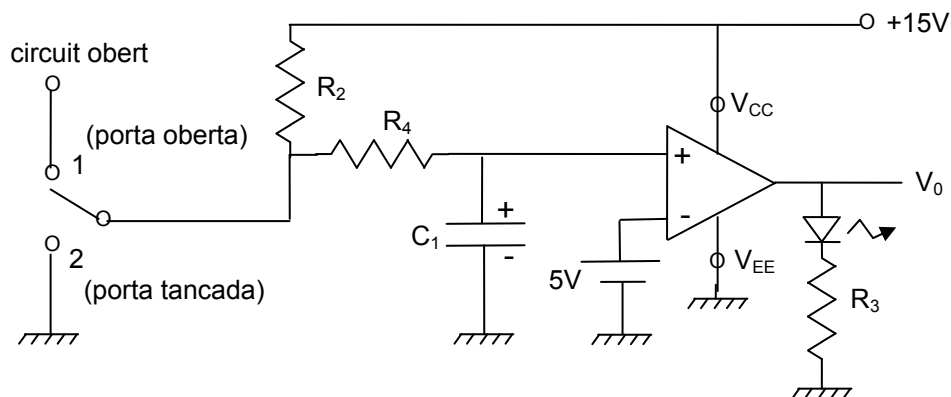

Figura 7.4.- Circuit de temporització amb condensador.
La característica de transferència d'aquest AO (amb  $V_{EE} = 0$ ) és la representada en la figura 7.3b. La tensió de sortida  $V_0$  es representa en l'eix d'ordenades, mentre que l'eix d'abscisses és la diferència de tensions d'entrada,  $V^+ - V^-$ . En aquesta característica tenim tres trams ben diferenciats. En el primer, on l'entrada  $V^+ - V^-$  és negativa, la sortida val zero. En el segon, que s'anomena lineal, la sortida és proporcional a  $V^+ - V^-$ . Aquest és el tram en el que l'AO amplifica, essent els valors típics del guany de tensió, definit per  $\Delta V_0 / \Delta (V^+ - V^-)$ , des de 100.000 cap amunt. Finalment, quan  $V^+ - V^-$  assoleix un determinat valor la sortida tendeix cap a  $V_{0max}$ . Noteu que si utilitzem l'AO de la forma que mostra la figura 7.4, com que  $V_{0max}$  és de l'ordre de la tensió d'alimentació  $V_{CC}$  i el guany de tensió és d'un valor molt elevat, resulta que el tram lineal només es donarà per un marge de la tensió d'entrada ( $V^+ - V^-$ ) molt petit. Per exemple, si  $V_{0max}$  és de 10 V i el guany de tensió és 100.000 el marge de tensió d'entrada del tram lineal va des de zero fins a 0,1 mV (10/100.000). Per tant, si  $V^+$  supera a  $V^-$  en més de 0,1 mV (en la pràctica podem dir que si  $V^+ > V^-$ ) la sortida és  $V_{0max}$ , mentre que si  $V^+$  és inferior en més de 0,1 mV a  $V^-$  (en la pràctica podem dir que si  $V^+ < V^-$ ) la sortida és zero.
L'AO en la figura 7.4 funciona com a comparador de tensions. Aquest AO està alimentat per  $V_{CC} = 15$  V i per  $V_{EE} = 0$  V. L'entrada inversora té aplicada una tensió fixa de 5 V, mentre que l'entrada no inversora està connectada al condensador  $C_1$ . Mentre  $V^+$  sigui inferior a  $V^-$  la sortida serà zero, però quan  $V^+$  superi els 5 V aplicats a  $V^-$ , la sortida commutarà a  $V_{0max}$ . En aquesta situació circularà corrent pel LED la qual cosa ens avisa de que la tensió en el condensador ha arribat a 5 V.
El circuit de la figura 7.4 és el circuit de temporització que es realitzarà en aquesta pràctica. Es pretén que s'encengui el LED de la dreta quan una porta ha estat oberta més de 20 segons. La situació de la porta es simula amb l'interruptor de l'esquerra. Quan la porta està tancada, l'interruptor està a la posició 2 (0 V) i, quan la porta està oberta, l'interruptor està en la posició 1 (circuit obert). A més d'aquest interruptor i d'aquest LED, el circuit està format per un condensador que es va carregant a través de  $R_2$  i  $R_4$ , i l'AO que actua com a comparador entre la tensió del condensador  $C_1$  i la tensió aplicada al seu terminal "-".
3.- Considereu el circuit temporitzador de la figura 7.4. Calculeu la constant de temps requerida per a que el condensador es carregui des de 0 V fins a 5 V en 20 segons.
Realitzeu el muntatge del circuit de la figura 7.4 (de moment sense l'AO, ni el LED ni  $R_3$ ) en la placa de connexions per inserció amb els següents valors:  $R_2 = 100$  k $\Omega$ ,  $R_4 = 330$   $\Omega$ ,  $C_1 = 470$   $\mu\text{F}$ . Reserveu la línia horitzontal superior de la placa per a la tensió d'alimentació de 15 V i la línia horitzontal inferior per a massa. Per simular l'interruptor de porta es connectarà un fil conductor des del nus d'interconnexió de  $R_2$  i  $R_4$  fins a massa, quan la porta està tancada i el deixareu desconnectat quan la porta està oberta.
Apagueu la font d'alimentació i completeu el muntatge del circuit de la figura 7.4 fent servir l'AO LM358, una resistència  $R_3 = 1k\Omega$  i un LED qualsevol.